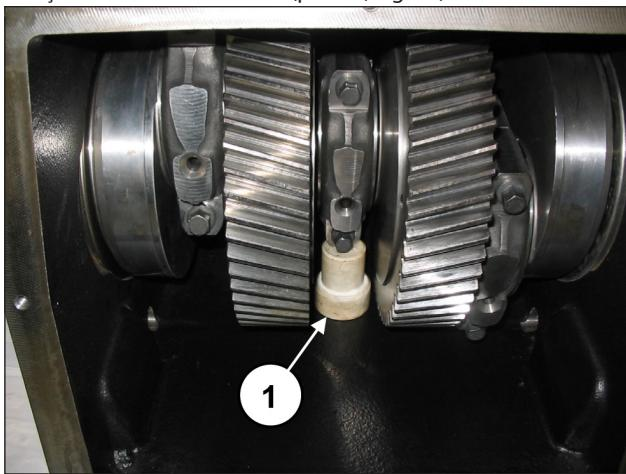

Fig. 12
Insira um calço sob o fuste da biela central para bloquear a rotação do eixo de manivela (pos. ①, Fig. 12).